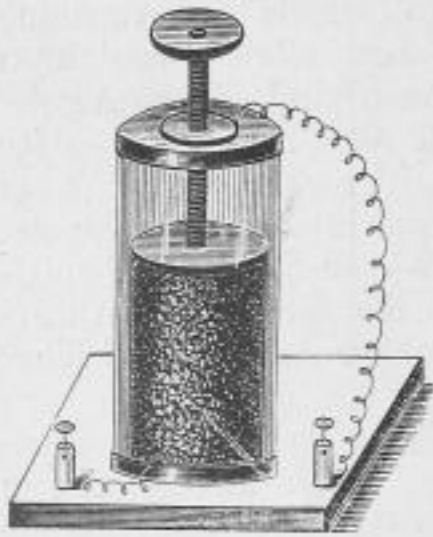

Fig. 2.
2. Auf ein Holzbrettchen ist ein Stück Glasrohr von ca. 5 cm Höhe und 1—1½ cm Weite montirt (Fig. 2). Das Glasrohr hat unten einen Messingboden und oben eine Messingfassung,